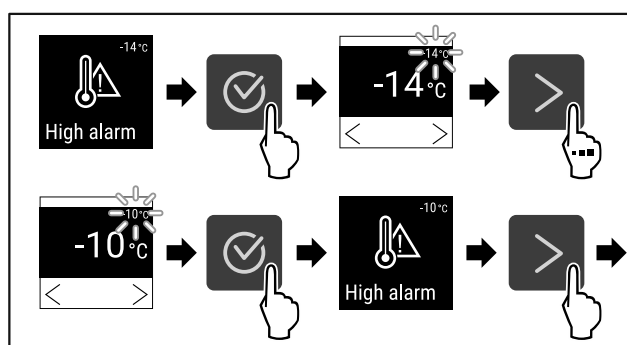

Fig. 98
- ▶ Vykonať kroky akcie (pozri Fig. 98).